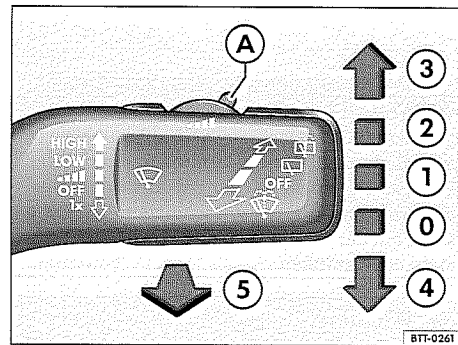

Abb. 98 Frontscheibenwischer bedienen.
- Scheibenwischerhebel kurz nach unten drücken  $\Rightarrow$  Seite 134, Abb. 98 ④.